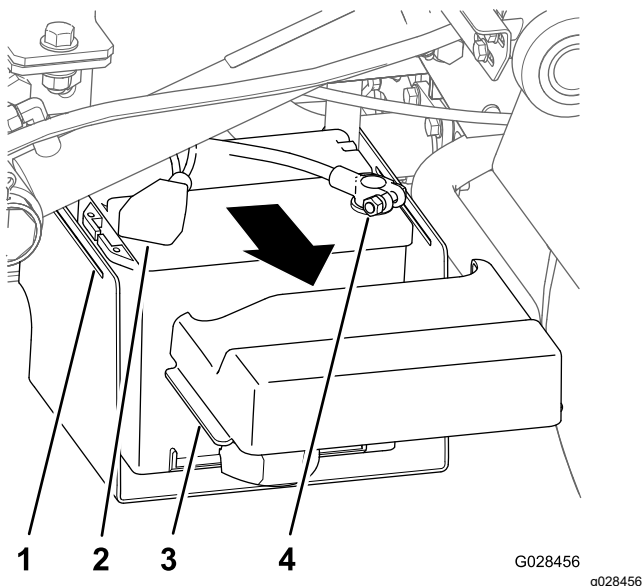

Bild 15
1. Drücken Sie die Seiten der Batterieabdeckung zusammen, um die Nasen aus dem Batterieunterteil zu lösen, und nehmen Sie die Batterieabdeckung vom Batterieunterteil ab (Bild 15).
2. Schieben Sie die Abdeckung zurück und ziehen den Minuspol der Batterie von der Batterie ab (Bild 15).
3. Ziehen Sie den Pluspol der Batterie von der Batterie ab (Bild 15).